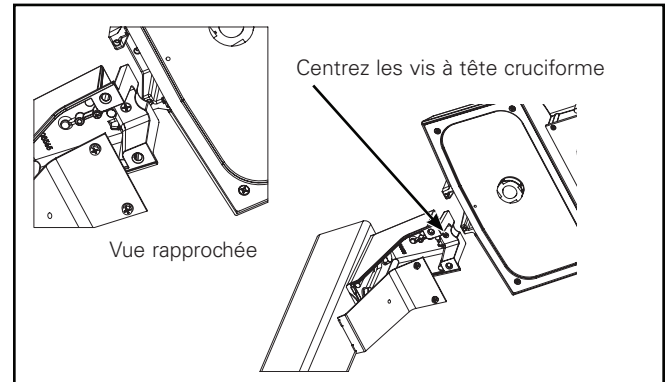

Figure 3.
3. Pliez les fils du luminaire devant la porte du luminaire lorsque vous glissez le luminaire sur le bras de montage. Serrez la vis à tête cruciforme centrale à un couple de 2,3 Nm (20 po-lb) (Figure 3).